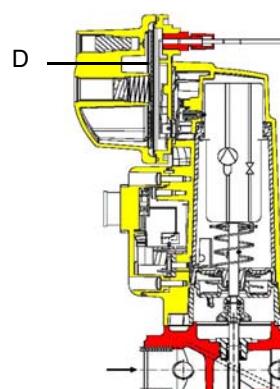

Рис. 8
**⚠ ВНИМАНИЕ:** диафрагма D исполнительного механизма SKP2 должна находиться в вертикальном положении (Рис. 8).